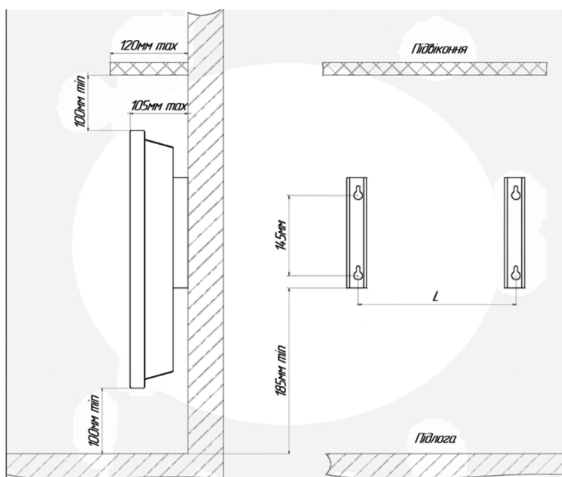

Рис.1
5.4 Для стаціонарного встановлення конвектора виконайте на стіні розмітку під кріпильні отвори, керуючись рисунком 1. Закріпіть кронштейни для встановлення конвектора будь-яким доступним способом, забезпечивши їх надійне кріплення протягом всього терміну експлуатації конвектора. Приклад установки конвектора в приміщенні наведений на рисунку 2 (відстані до предметів навколишнього оточення приведені в см). Поедняйте клиновидні отвори на задній стінці конвектора з зачепами (рис.1) кронштейнів і надягніть зачепи вгору. Потягніть конвектор вгору до моменту фіксації нижніх зачепів кронштейнів в отворах повітрязабірної решітки конвектора.
УВАГА! Категорично забороняється вклучати і експлуатувати конвектор без його закріплення на кронштейнах на стіні або на підлозі без встановлених опор. Вклучати та експлуатувати конвектор дозволяється тільки в положенні, вказаному на рис.1 (повітрязбірною решіткою вниз). При першому вклученні конвектора можливий запах від випаровування консерваційних матеріалів. Рекомендується провітрити приміщення.